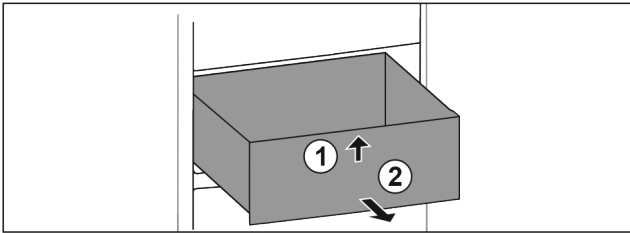

Fig. 17
- ▶ Le soulever à l'avant Fig. 17 (1).
- ▶ Sortir le tiroir par l'avant Fig. 17 (2).